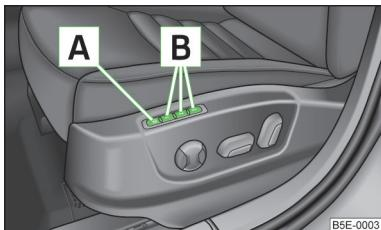

Fig. 50
La función Memory para el asiento del conductor ofrece la posibilidad de memorizar la posición del asiento del conductor y de los retrovisores exteriores. Puede asignarse una posición de ajuste a cada una de las tres teclas de memoria **B** » fig. 50.
- Pulse la tecla **SET** **A** » fig. 50.
- Pulse la tecla de memoria deseada **B** » fig. 50.
› Pulse brevemente la tecla de memoria deseada **[B]** » fig. 50 estando el encendido desconectado y la puerta del conductor abierta.
› Pulse y mantenga pulsada una tecla cualquiera de la memoria **[B]** » fig. 50 de la página 78. Una vez de que el asiento haya adoptado la posición memorizada en la tecla correspondiente, pulse simultáneamente la tecla **[A]** de la llave con mando a distancia en los 10 segundos siguientes.
› Pulse la tecla **[SET/A]** » fig. 50 de la página 78 y manténgala pulsada. Pulse simultáneamente la tecla **[A]** en la llave con mando a distancia al cabo de 10 segundos.